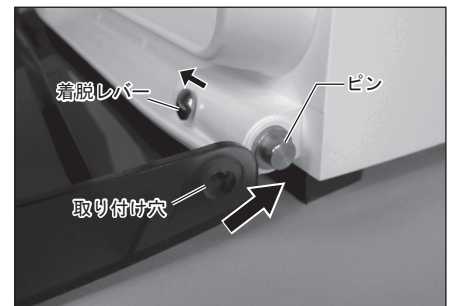

図 24
- 2) ユニット右側の着脱レバーを引きながら、ドア右側の取り付け穴をピンに合わせて、着脱レバーを戻します (図 24)。